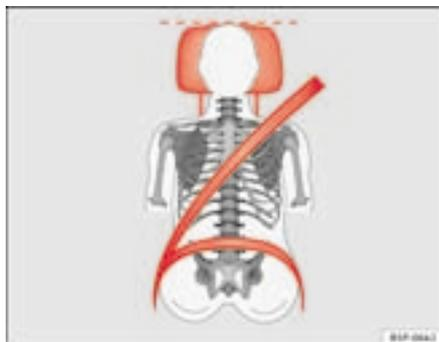
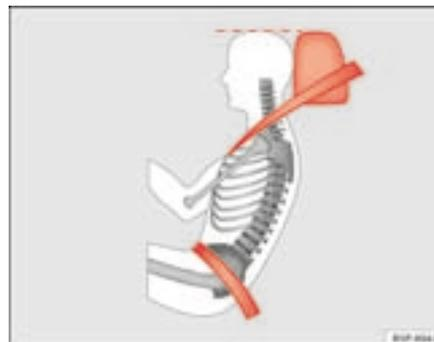

Fig. 71 Vista de frente: encostos de cabeça e cinto de segurança ajustados correctamente
Fig. 72 Vista de lado: encostos de cabeça e cinto de segurança ajustados correctamente
- Ajustar os encostos de cabeça de modo a que o rebordo superior do encosto fique alinhado com o alto da sua cabeça, no mínimo à altura dos olhos ⇒ fig. 71 e ⇒ fig. 72.